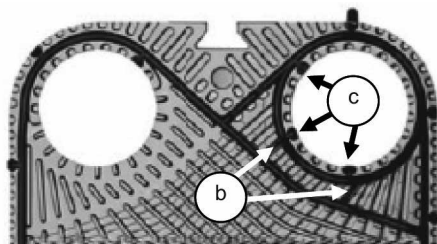

Fig.9
- Sull'altra metà, mediante cesoia eliminare tutti i Plug-In® e, se presenti, tutti i ponti di collegamento tra diagonale e anello di tenuta (Fig.9 b). Quindi, seguendo la procedura indicata al punto 5.7.3, incollare la guarnizione con esclusione degli anelli di tenuta. Modelli con guarnizione iniziale dedicata: non è necessario alcun taglio, procedere con l'incollaggio della guarnizione seguendo la procedura indicata al punto 5.7.3. Anche in questo caso evitare di incollare gli anelli di tenuta.
- Modelli dotati di Plug-In® all'interno degli anelli di tenuta: mediante cesoia tagliare tutti i Plug-In® all'interno degli anelli di tenuta (Fig. 9 c) corrispondenti ai soli fori chiusi. Quindi, seguendo la procedura indicata al punto 5.7.3, incollare i soli ponti di collegamento tra diagonale e anello.